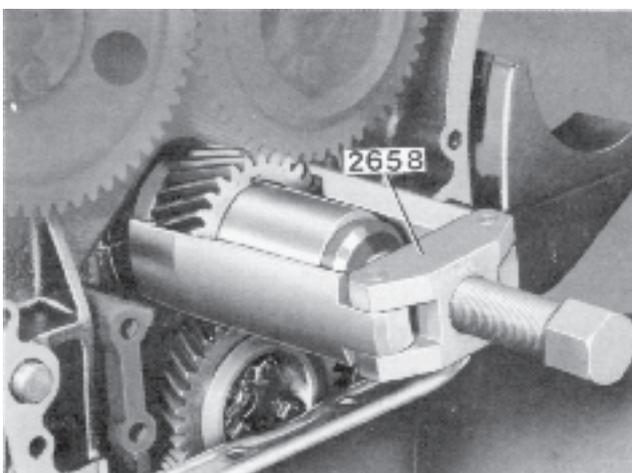

Fig. 78. Démontage du pignon de vilebrequin
14. Démontez le pignon de vilebrequin (5) à l'aide de l'extracteur 2658 (figure 78).